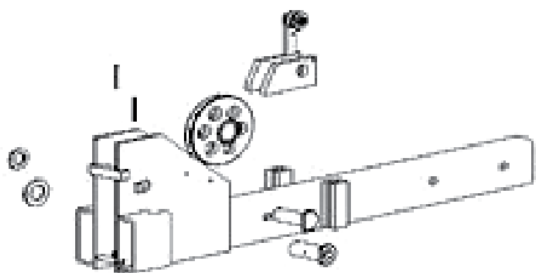

Рис. 2
2. Вручную очистите блокировочные устройства на конце каждой поперечины и сдвиньте их, пока они не попадут в четвертый сверху паз (рис. 2).